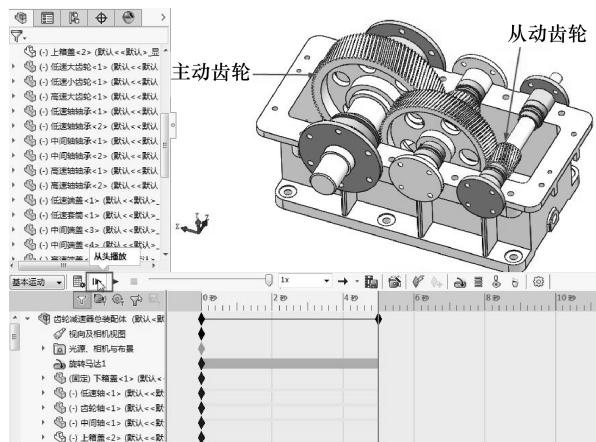

图 8-74 创建加速运动动画并播放
- 06 单击【计算】按钮。计算运动算例，完成马达加速运动动画。单击【从头播放】按钮，播放加速运动的仿真动画，如图 8-74 所示。